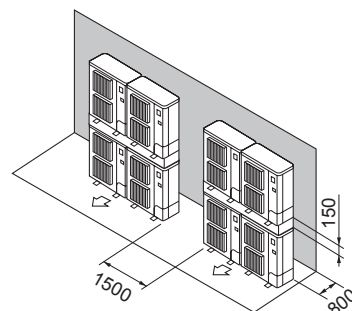

Fig. 2-18
- ⑦ Disposição de unidades sobrepostas (Fig. 2-18)